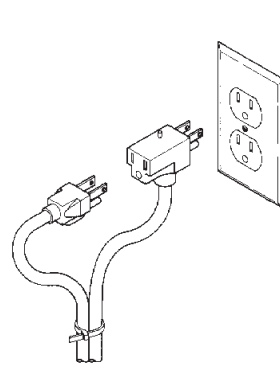

Figure 4
1. The RS-5LL 115V switch is supplied with a three-prong piggyback plug/receptacle on the cord and must be used with pumps that have three prong plugs. This connection is illustrated in Figure 4. The third prong is to ground the pump to prevent possible electric shock hazard. Do not remove the third prong from the plug. To reduce the risk of electric shock, be certain that it is connected to a properly grounded grounding type receptacle.
1. Le cordon d'alimentation de l'interrupteur RS-5LL 115 V est doté d'un raccord mixte à trois branches, et doit être utilisé avec des pompes pourvues de prises à trois trous. (voir la Figure 4). Pour éviter les risques d'électrocution, la troisième broche relie la pompe à la terre. Ne pas retirer la troisième broche de la prise. Afin de réduire le risque de décharge électrique, s'assurer que la pompe est branchée à une prise correctement mise à la terre.